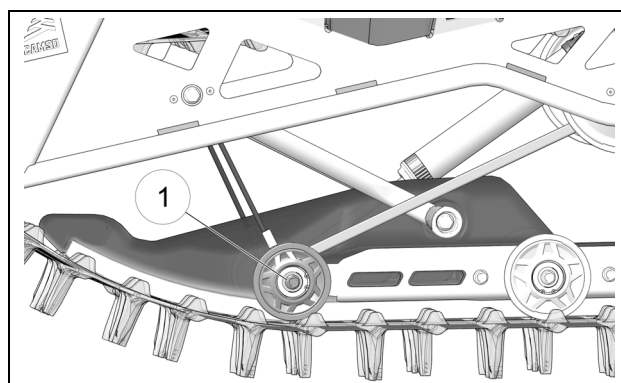

Figure 13
- Desserrer le boulon de fixation (1) de la roulette vis-à-vis le logement de la tige du ressort de suspension et retirer la roulette. Figure 13.